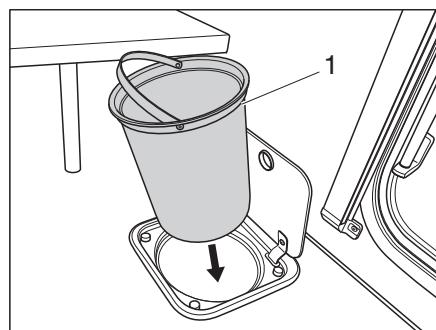

Fig. 149 Contenitore dei rifiuti cucina
- Prelevare il contenitore dei rifiuti (Fig. 149,1) per il manico e svitarlo attenendosi alle disposizioni vigenti.